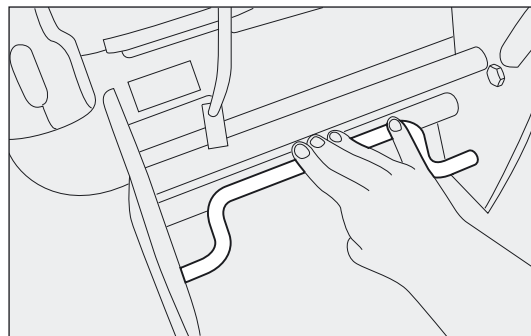

fig. 26d
- ☐ druk op de hendel zoals is aangegeven in fig. 26d;
- ☐ druk op de hendel zoals is aangegeven in fig. 26d en trek aan de hendel om te controleren of de zitplaats goed vergrendeld is;